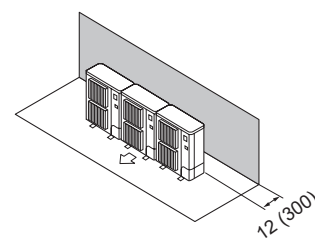

Fig. 2-11
- ① Obstáculos en la parte trasera (Fig. 2-11)